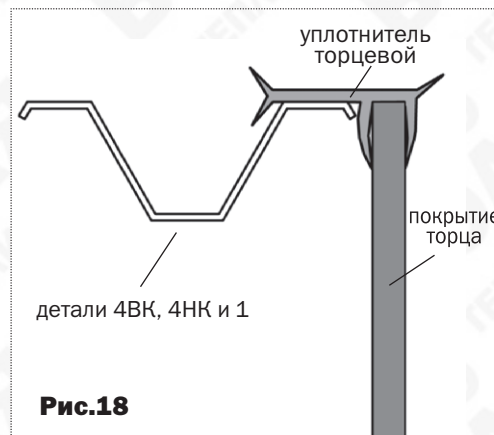

Рис.18
- Подровняйте ножом куски покрытия по дугам **4НК** и **4ВК** и детали **1**, а затем установите уплотнительный профиль в соответствии с **рис.18**.